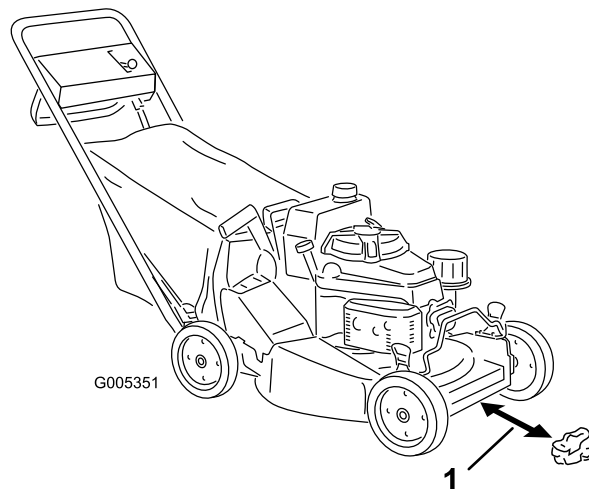
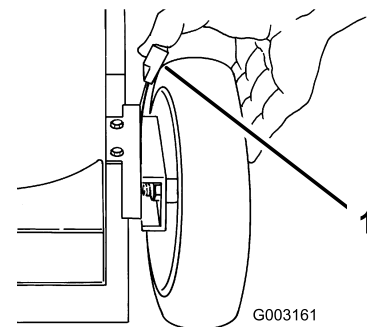

Figura 16
Figura 21
3. Ajuste las cuatro ruedas a la altura de corte de 64 mm (Figura 21).
4. Mueva el control de velocidad sobre el terreno a la posición de Punto muerto (N).
5. Tome media página de periódico y haga una bola con ella que sea lo suficientemente pequeña como para pasar por debajo de la carcasa (unas 75 mm de diámetro), según muestra Figura 16.
6. Coloque la bola de papel de periódico a unas 13 cm por delante del cortacésped (Figura 16).
- Coloque la bola de papel de periódico a unas 13 cm por delante del cortacésped (Figura 16).
1. Tire de la palanca de ajuste de la altura de la rueda hacia la rueda (Figura 21) y muévala a la posición deseada.